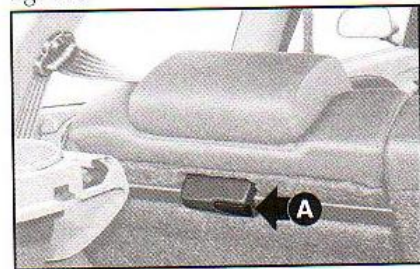

fig. 113
2) Destruvar o encosto pela parte interna do porta-malas operando na alavanca **A-fig. 113** e basculá-lo para a frente.